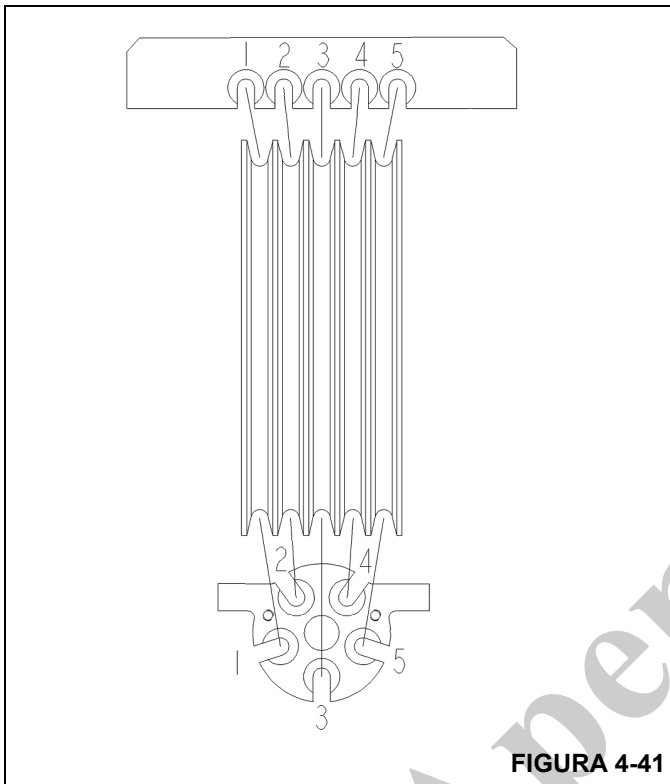

FIGURA 4-41
11. Marque **AMBAS AS EXTREMIDADES** dos cinco cabos de extensão (Figura 4-41).